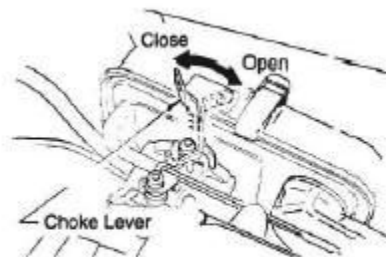

Fig 7
3. Fermer le levier du starter (Fig. 7) et déplacer le levier d'accélérateur jusqu'à la position d'OUVERTURE COMPLÈTE. Tourner le levier du démarreur à 90 degrés dans le sens des aiguilles d'une montre ferme l'étrangleur. Dans le temps froid, démarrer l'appareil avec un étranglement complètement fermé. Dans le temps chaud ou lorsque le moteur est chaud, l'appareil peut être démarré avec l'étrangleur à mi-chemin ou complètement ouvert.
5. Si le moteur ne parvient pas à démarrer, déplacer le levier du démarreur (Fig. 7) jusqu'à la demi-position ouverte pour éviter les inondations.